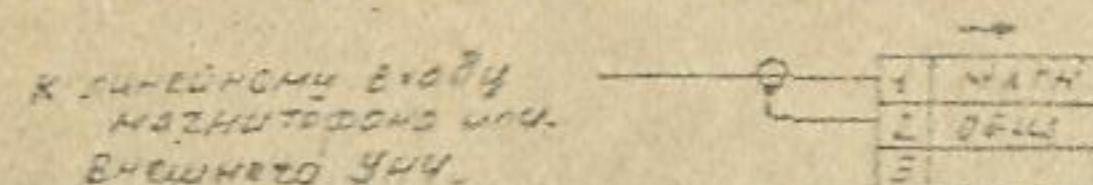

Рис. 5
7.3 Разъем "SPEEK/REC" ("ГРОМКОГОВОРИТЕЛЬ/МАГНИТОФОН") (66) служит для подключения громкоговорителя (распиновка разъема согласно п. 7.1) или магнитофона для записи. На контакте 1 этого разъема присутствует сигнал приемника напряжением 100...300 мВ (при включенной АРУ). Это напряжение не зависит от положения регулятора громкости трансивера, что позволяет делать качественную запись. Для подключения используется вилка СШ-3 или СШ-5, схема распиновки приведена на рис. 5.